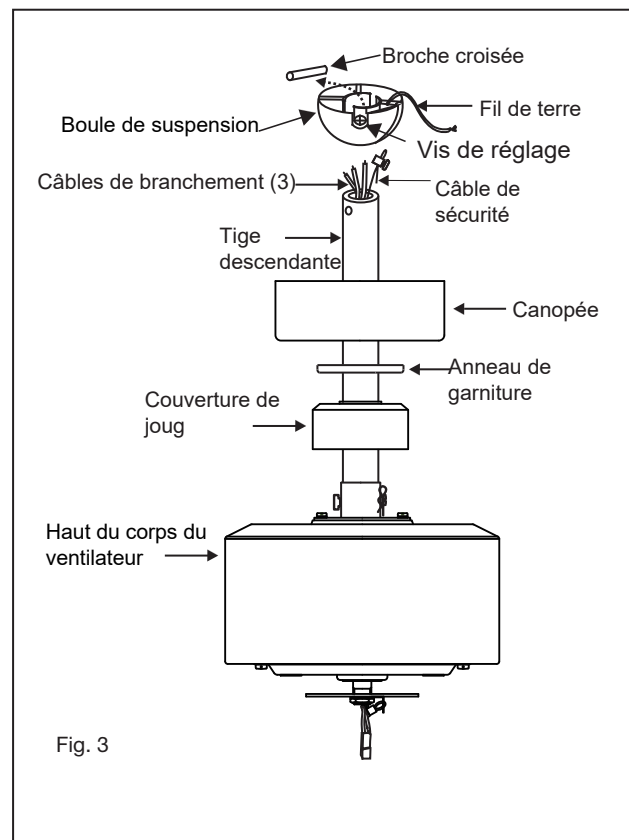

Fig. 3
- 3 Fixez le support de suspension à la plaque de support de suspension à l'aide des deux écrous hexagonaux et des rondelles fournis, assurez-vous que les écrous sont bien serrés. (Fig. 3)
- 1 Glissez le couvercle de joug, la bague de garniture et la verrière sur la tige de descente. (Fig. 3)